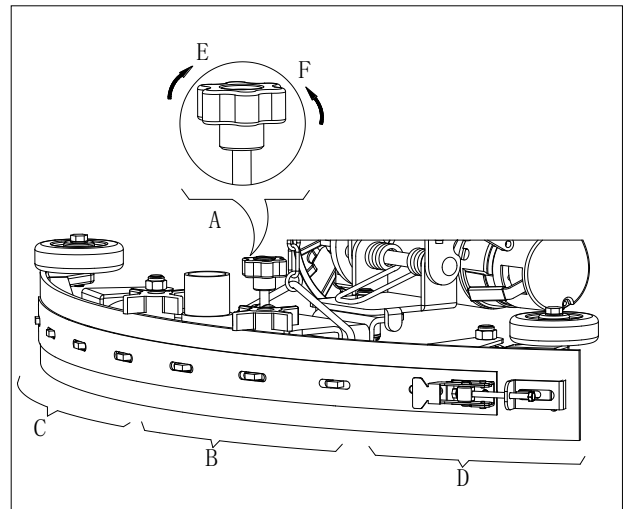

Figura 7
1. Instale la escobilla (13) y sujete la palomilla de la escobilla (20), luego conecte la manguera aspiradora (19) a la escobilla.
2. Ajuste la posición de la escobilla de goma mediante la palanca de ajuste de la escobilla de goma (A, Figura 7).
- a) Si queda un espacio entre el suelo y sección media del labio posterior de la boquilla (B), ajuste la palomilla (A) en dirección anti horaria (F) hasta que la entera sección del labio posterior de la boquilla entre en buen contacto con el suelo, el labio delantero tocando el suelo ligeramente.
- b) Si hay espacio entre el suelo y los dos extremos de la lámina posterior (C y D), ajuste la perilla (A) en dirección horaria (E) hasta que la entera sección de la lámina posterior entre en buen contacto con el suelo, la lámina delantera tocando el suelo ligeramente.